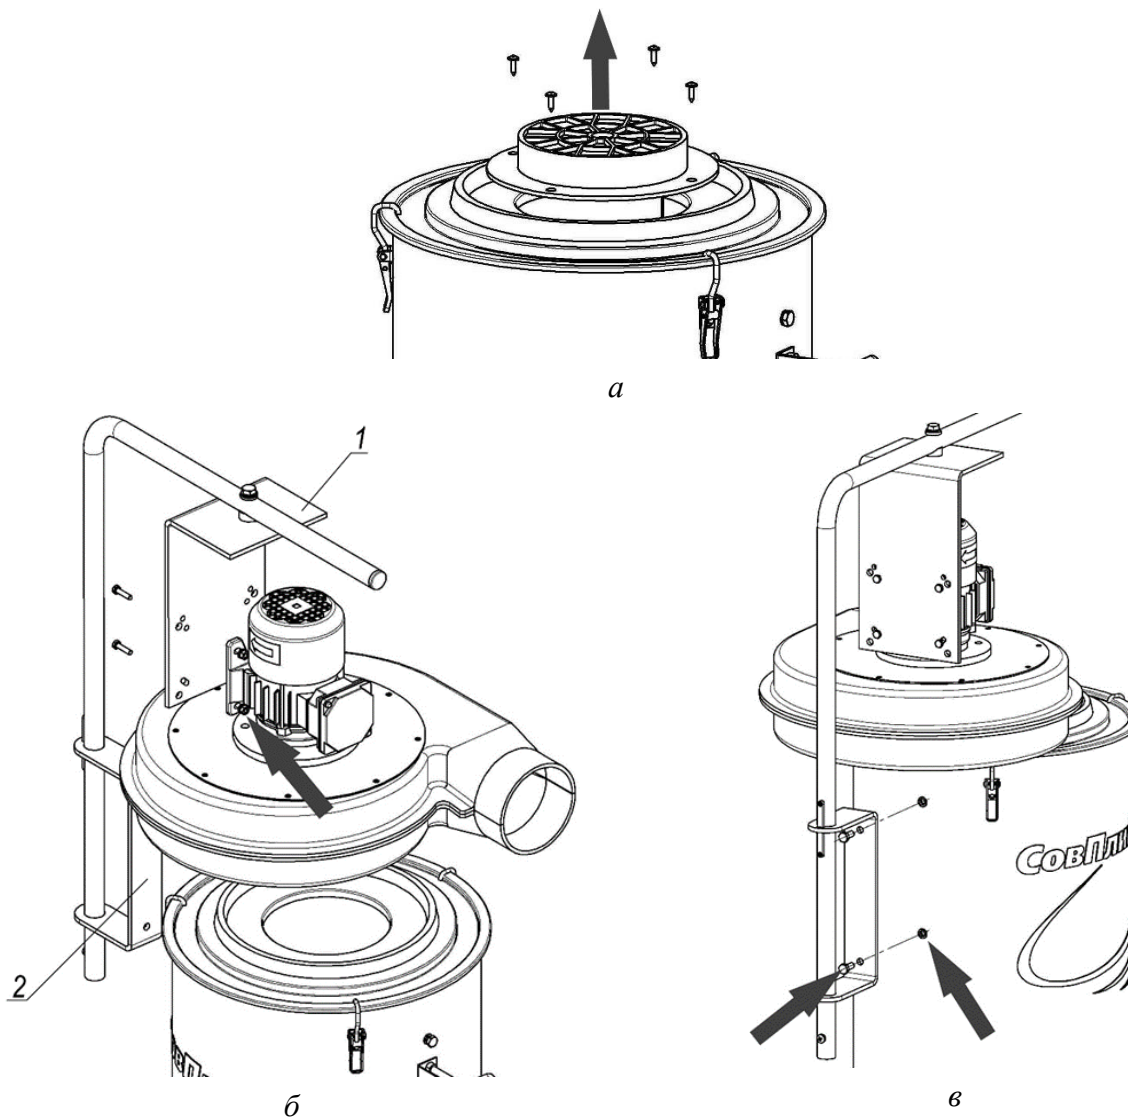

Рисунок 3
- 1) демонтировать выходной патрубок с верхней крышки фильтра (рисунок 3а)
- 2) закрепить двигатель вентилятора на штанге при помощи кронштейна (рисунок 3б, поз. 1) и вложенных в комплект крепёжных изделий;